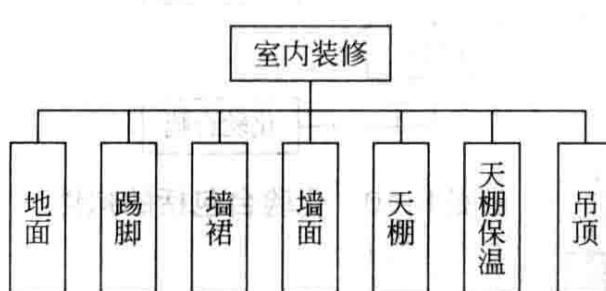

图 1-18 首层室内装修包括的构件
(5) 室内装修包括的构件 首层室内装修包括的构件如图 1-18 所示。